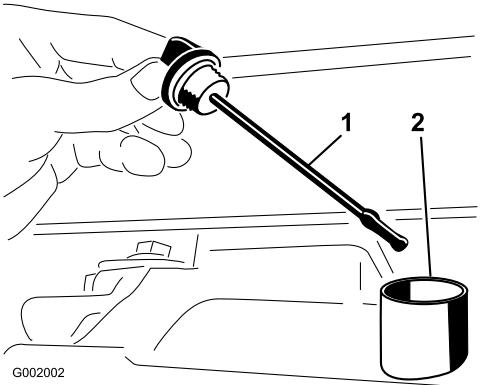

Figura 65
- Retire a vareta da transmissão e limpe-a com um pano limpo (Figura 65).